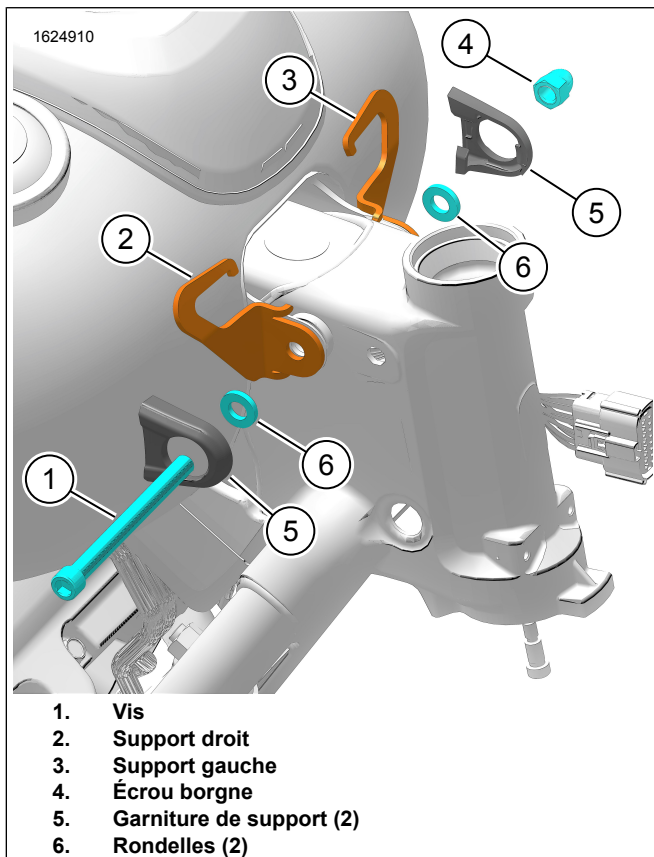

Figure 2. Installation du support
1. Figure 2 Retirer l'écrou borgne (4).
2. Retirez la vis (1).
3. Jeter les garnitures des pièces de support (5) et rondelles (6).
1. Figure 2 Installez les crochets droit et gauche (2, 3).
2. Installer la vis (1) et l'écrou borgne (4). Serrer.